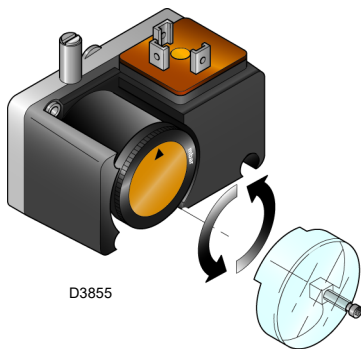

Abb. 21
- Stellen Sie den Minimal-Gasdruckwächter auf den Skalenanfang ein (Abb. 21).